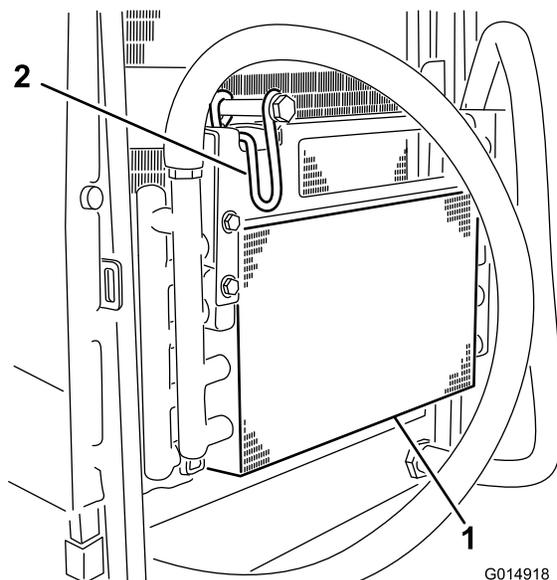

図 43
6. オイルクーラのラッチを内側に回してオイルクーラを解放する 図 43。